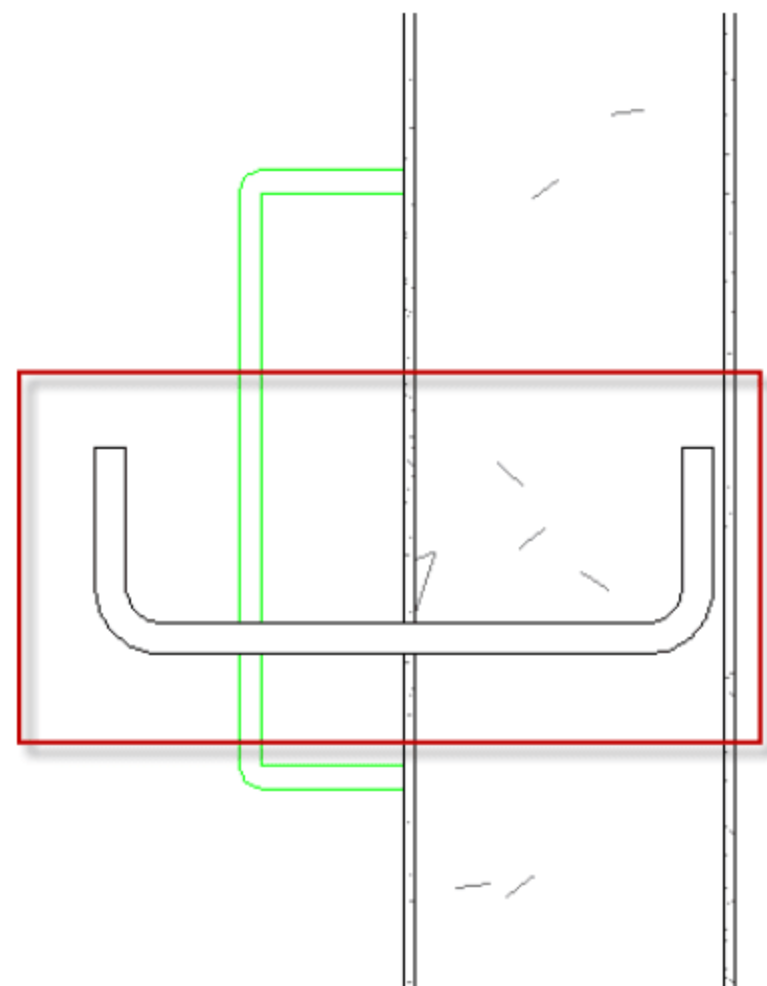

图 9.3.44 放置钢爬梯
(2) 放置钢爬梯。打开“建筑”\“构件”\“放置构件”文件夹，在其相应位置放置钢爬梯，如图 9.3.44 所示。